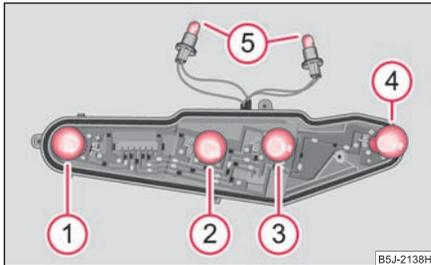

Abb. 215 Heckleuchteinheit: Einbaulage der Lampen
- Um eine Lampe des Standlichts zu wechseln, drehen Sie die Fassung der Lampe (5) nach links bis zum Anschlag (in die Richtung der Pfeile auf dem Gehäuse) und nehmen Sie die Fassung aus dem Gehäuse heraus ⇒ Abb. 215.
Einbaulage der Glühlampen in der Heckleuchteinheit ⇒ Abb. 215.